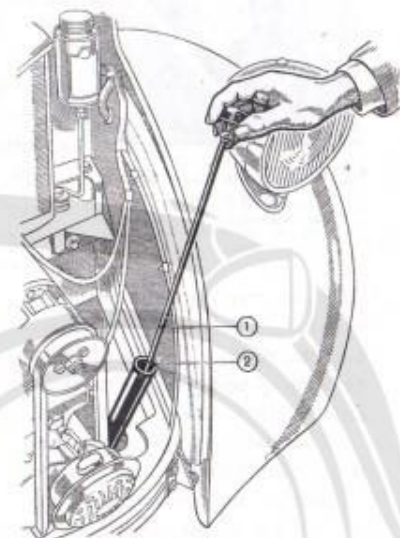

Fig. 18. - Varilla indicadora del nivel del aceite en el carter del motor.
1. — Motor: Añadir aceite hasta el nivel « Max » (fig. 18). Para la calidad del aceite según las estaciones, ver la pag. 44.